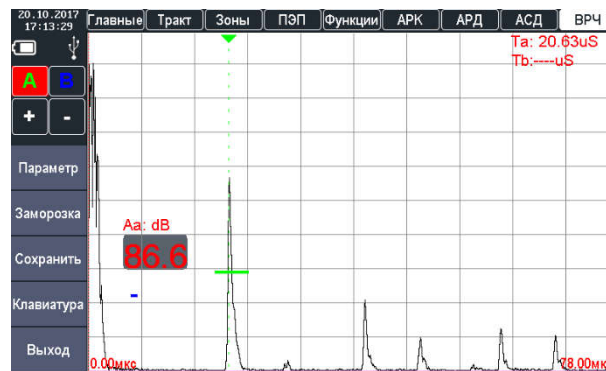

Рисунок 2.42 – Включение отображения значения амплитуды сигнала в зоне А
6. Включить отображение значения амплитуды сигнала в зоне А – Аа (рис. 2.42).